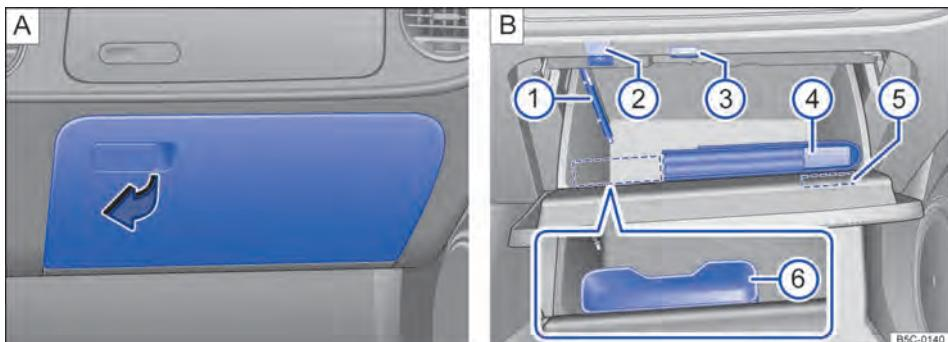

Fig. 97 No lado do passageiro dianteiro: A: abrir o porta-luvas inferior, B: porta-luvas aberto.
Para **abrir**, puxar a alavanca no sentido da seta ⇒ Fig. 97 A.
O porta-luvas destina-se à acomodação da literatura de bordo ⇒ Fig. 97 B ④.
No porta-objetos se encontra um suporte para um lápis ⇒ Fig. 97 B ①.
Na tampa do porta-objetos se encontra um suporte para um bloco de notas ⇒ Fig. 97 B ⑤.
No porta-objetos, dependendo da versão, pode se encontrar o botão para o indicador de controle dos pneus ⇒ Fig. 97 B ② ⇒ Página 190.
No porta-objetos pode haver a entrada multimídia (MEDIA-IN) instalada de fábrica ⇒ Fig. 97 B ③ ⇒ caderno Rádio ou ⇒ caderno Sistema de navegação.
No porta-objetos, dependendo da versão, pode-se encontrar um porta-óculos ⇒ Fig. 97 B ⑥. Em vez de porta-óculos, pode ser encontrado um suporte para dispositivos multimídia, por exemplo, para um iPod.